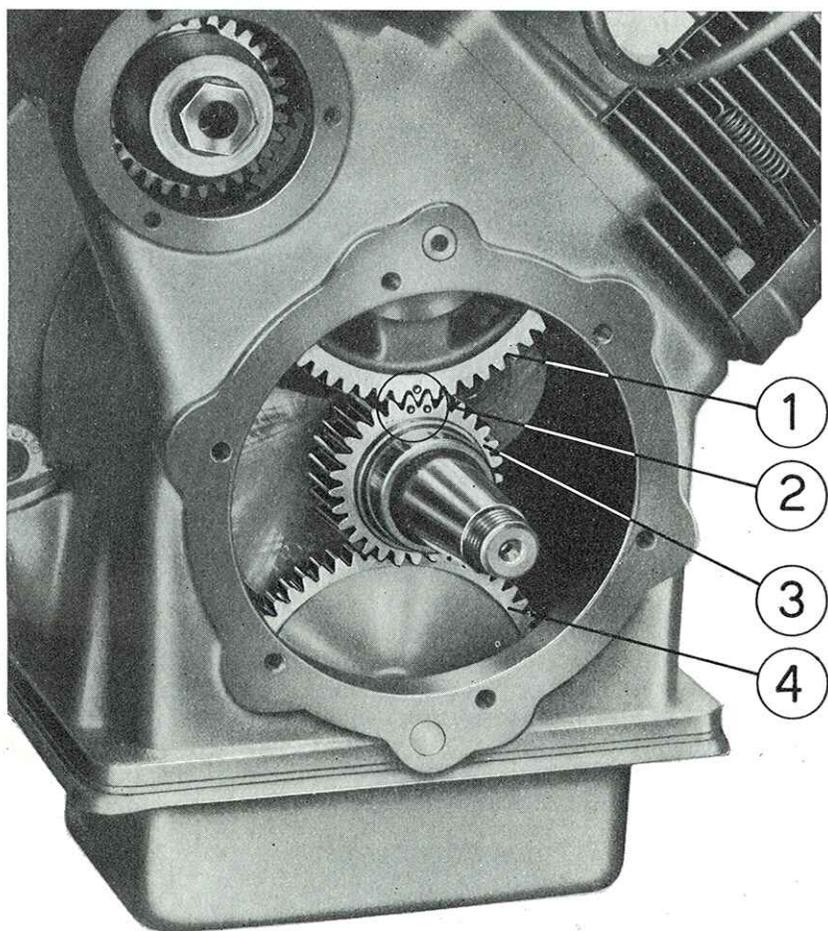

FIG. 6
Va osservato che il pignone (3) (fig. 6) deve essere montato con i segni di riferimento, stampigliati sui denti, verso l'esterno.